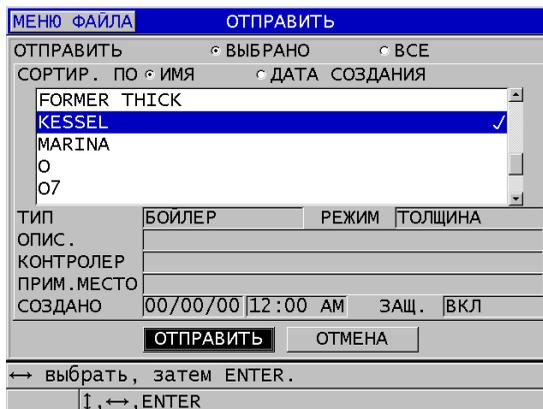

Рис. 14-3 Выбор файла для отправки
4. В окне **ОТПРАВИТЬ** (см. Рис. 14-3 на стр. 276):